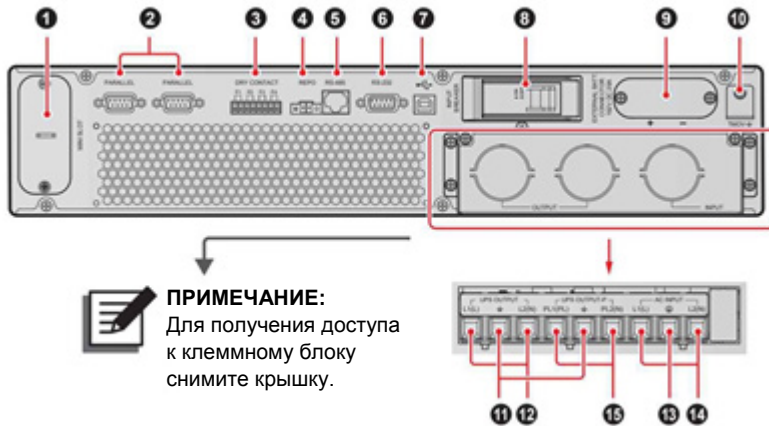

Рисунок 4-1. Задняя панель ИБП 5 кВА
Задние панели вышеперечисленных моделей аналогичны. Отличие заключается в значениях напряжения батарей и постоянного тока, указанных на панелях. Для получения подробной информации о значениях напряжения батарей и постоянного тока см. таблицу. Ниже для примера показана задняя панель ИБП 5 кВА (см. *рис. 4-1*).
2. Расположение следующих интерфейсов связи см. на *рис. 4-1 и 4-2*.